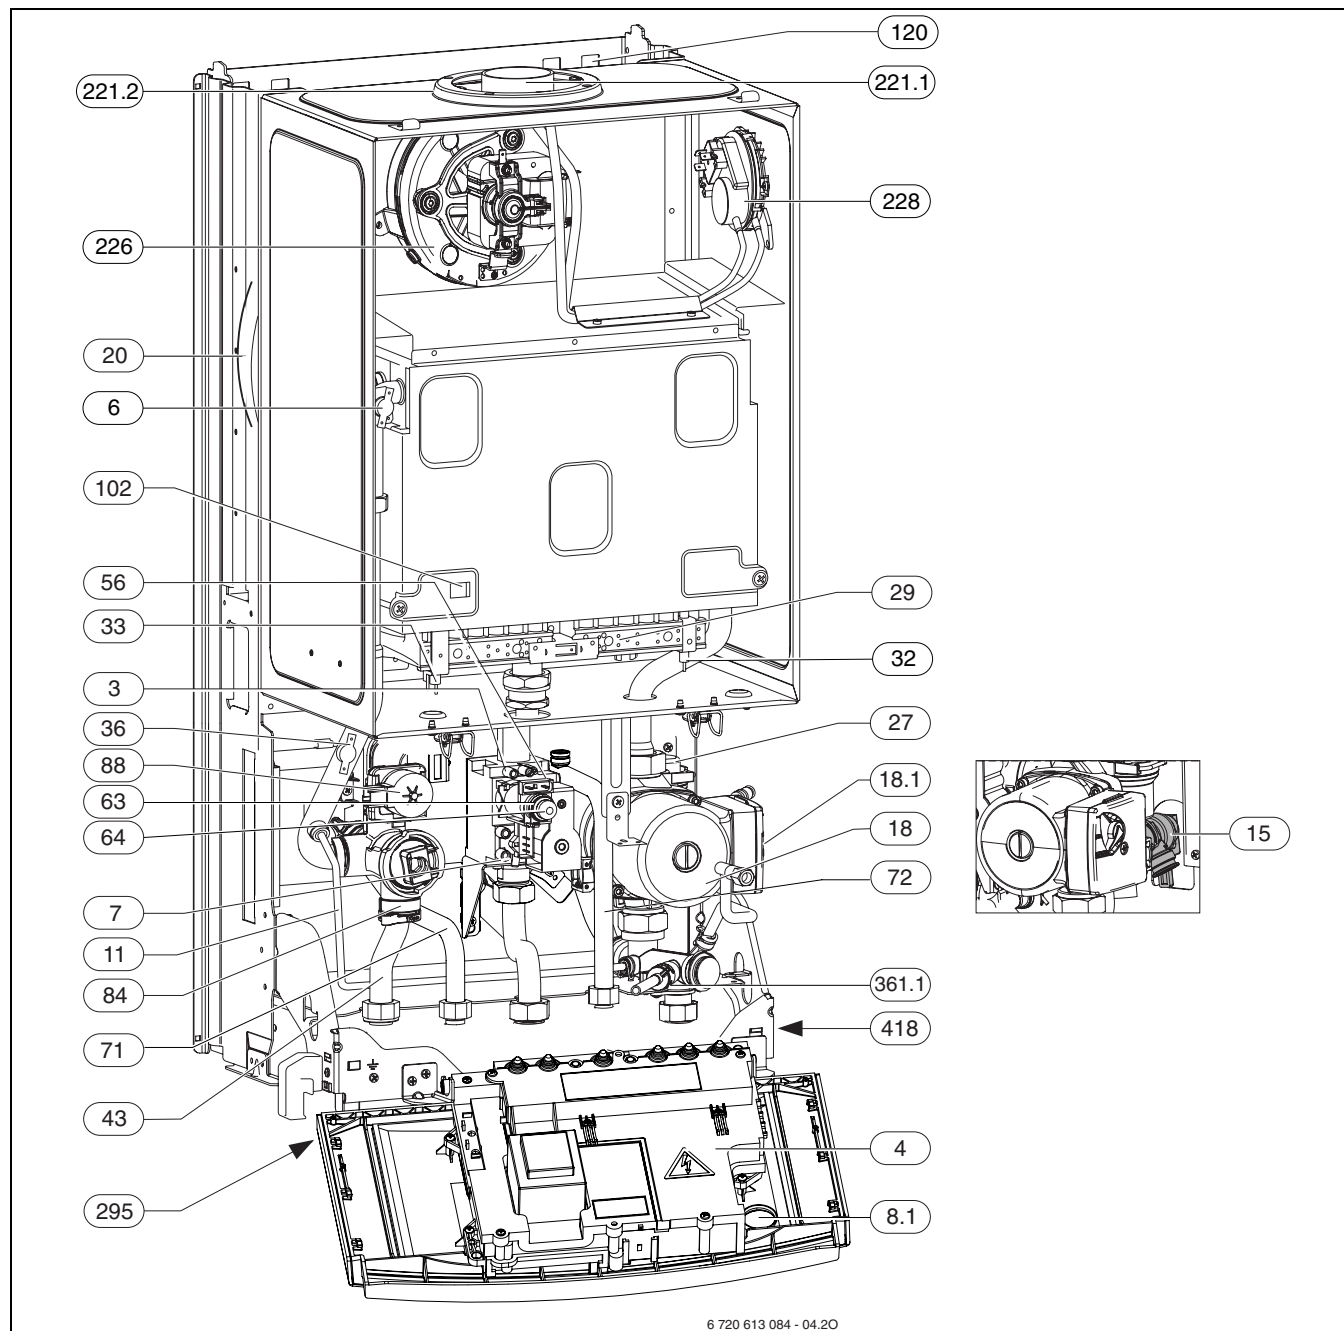

Fig. 3
Plăcuța de identificare (418) se află în partea dreaptă, jos, la traversă (→ Fig. 3).